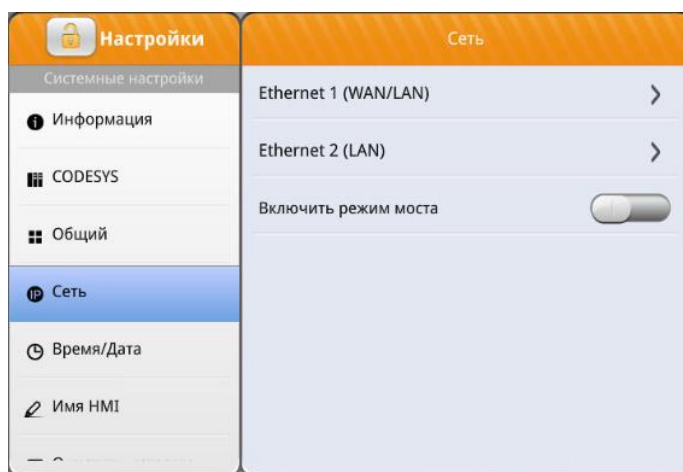

Рисунок 4.20 – Окно «Сеть»
8. Перейти на вкладку «Сеть» (рисунок 4.20).